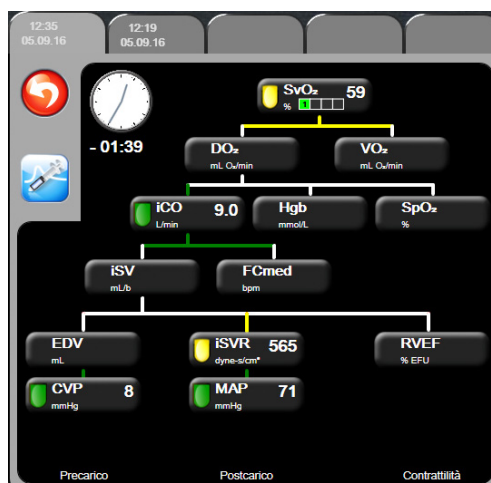

Figura 5-13 Schermata relazione fisio
- 4 La barra di sinistra appare dopo l'esecuzione di una serie di boli. Toccare l'icona di orologio/forma d'onda per visualizzare i dati storici (vedere figura 5-13).